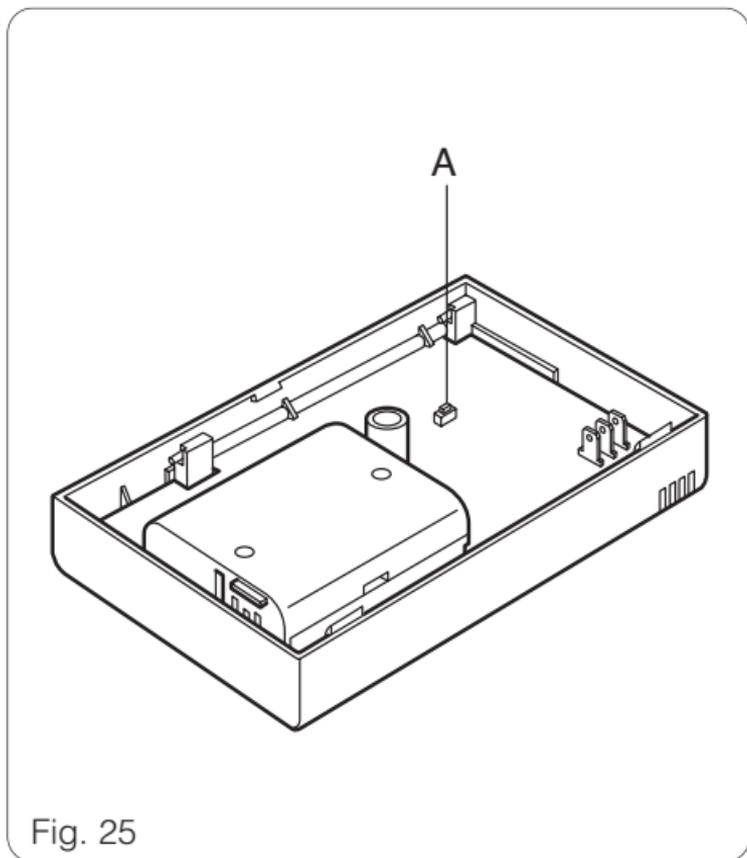

Fig. 25
**Qualora le indicazioni sul display non dovessero comparire entro 30 s, premere il pulsante di reset A (fig. 25).**
Qualora, per qualsiasi motivo, fosse necessario annullare i programmi personalizzati, aprire l'apparecchio e premere il pulsante di reset A (fig. 25).